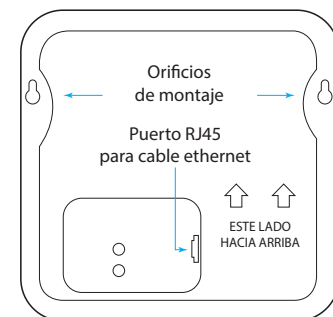

Fig. 2.4
- Paso crítico:** monte y conecte el RT7000 (fig. 2.4 y 2.5) de manera provisional en un lugar central para obtener una cobertura óptima (hasta que haga las pruebas de rango de los pasos 9 y 10, usando el asistente de instalación). Por ejemplo, observe las figuras 2.10 y 2.11. Muestran dos configuraciones distintas de tiendas, con áreas específicas en las que los auriculares se usan principalmente. En estos ejemplos, la ubicación seleccionada para el RT7000 (representado por el pequeño rectángulo azul) ofreció la mejor cobertura, indicada por las áreas en el círculo azul. Cada tienda requirió que el RT7000 se montara en un lugar diferente, pero centralizado, para ofrecer la mejor cobertura general para las necesidades de la tienda. La distribución de la tienda y sus obstrucciones también afectaron la colocación y el rango (puede ver más detalles sobre la ubicación del RT7000 en "Notas de componentes" on page 13).